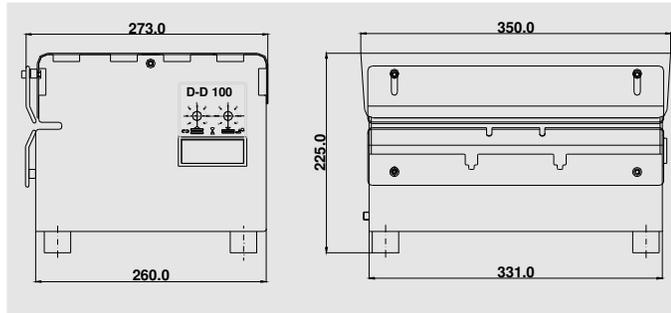

Bild c2
- Abmessungen ohne Zubehör (b x h x l): 350 x 225 x 273 mm (siehe Bild c2).